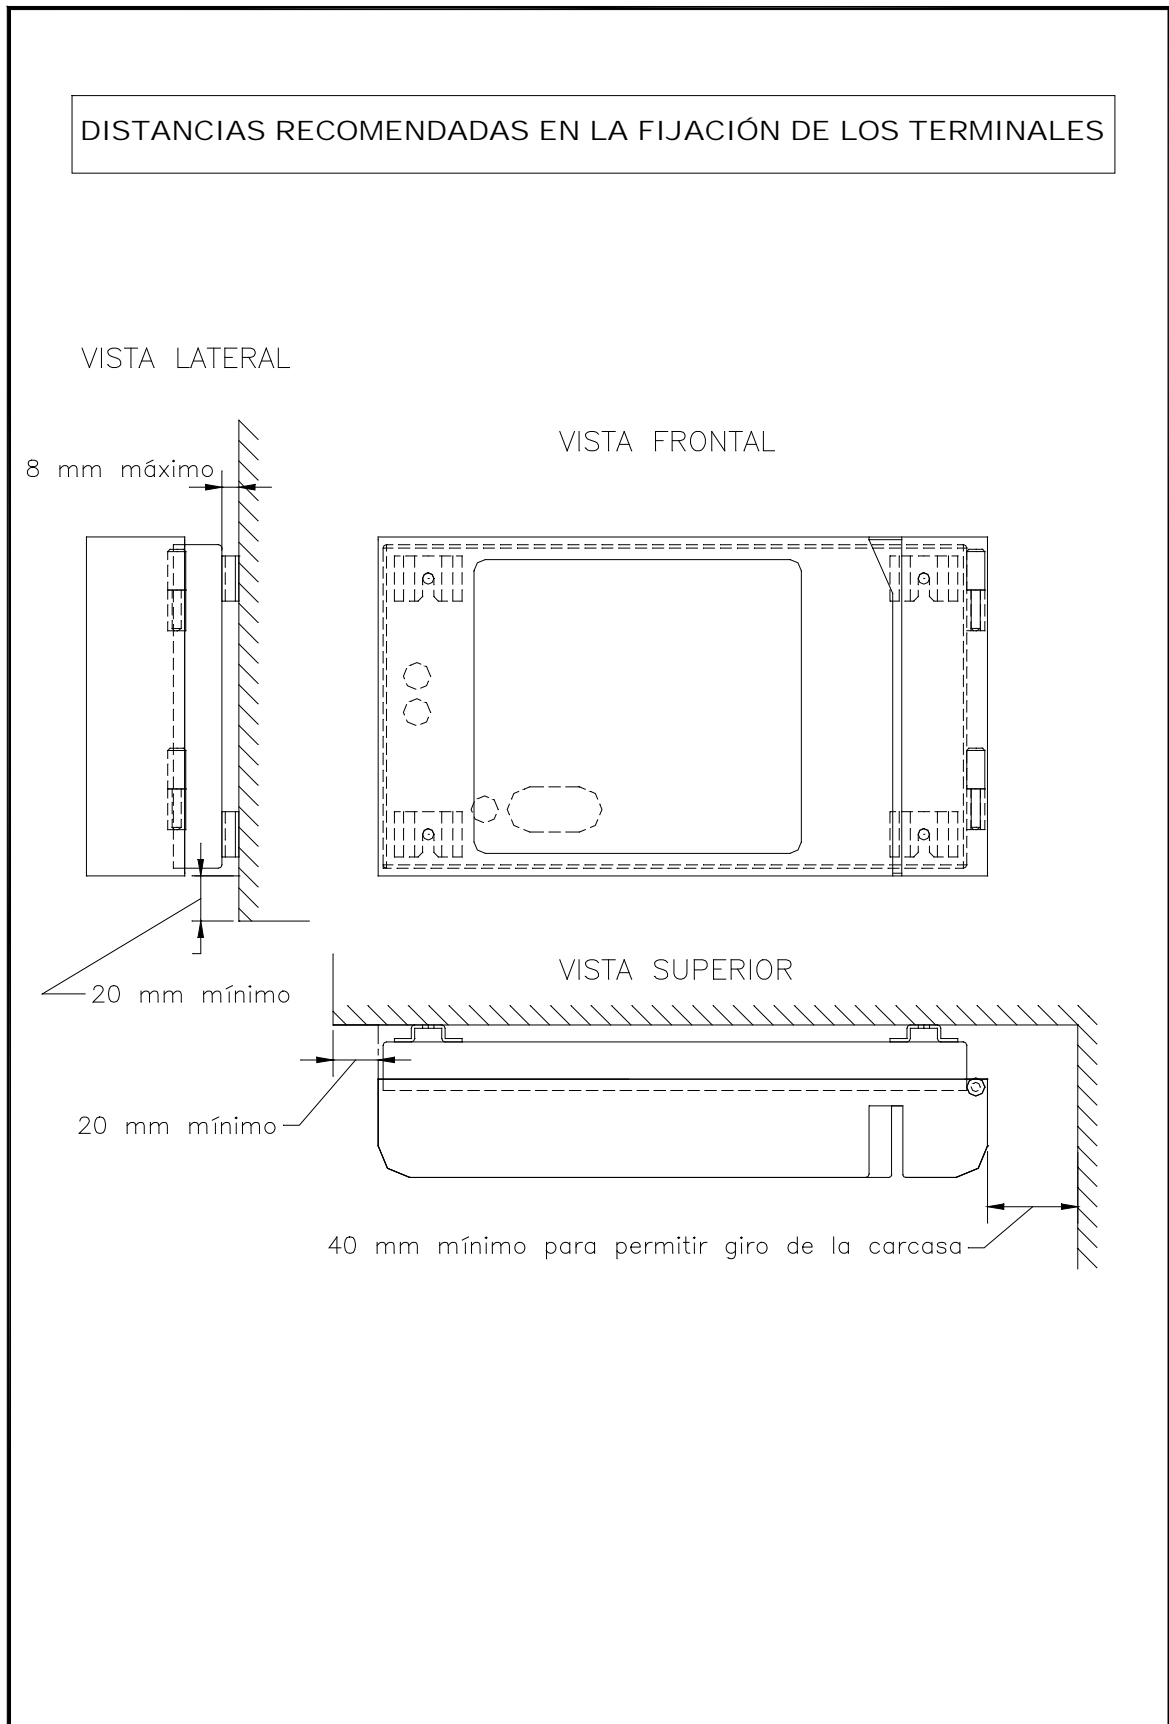

FIGURA A1
- ❑ El terminal se deberá instalar verticalmente en una superficie suficientemente dura y lisa, con los soportes posteriores de la caja en contacto con dicha superficie y sin suplementos de ningún tipo de manera que la distancia entre las aberturas posteriores de la caja y la superficie vertical no sea mayor de 8 mm y respetando las distancias laterales mínimas especificadas (consultar figura A1 en el Anexo).